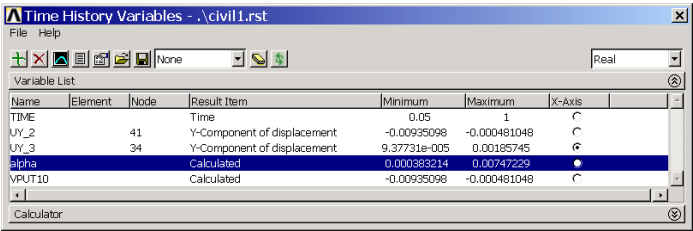

图7.22 变量管理对话框
(1) 单击 Main Menu>TimeHist Postpro> Variable Viewer 菜单，弹出如图 7.22 所示的【Time History Variables】对话框。